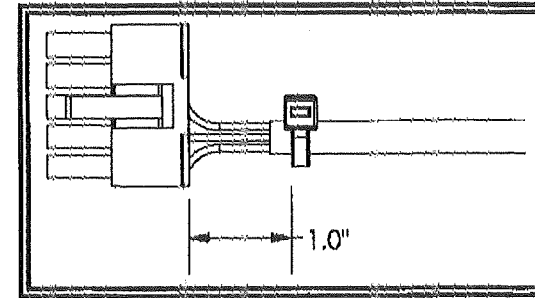
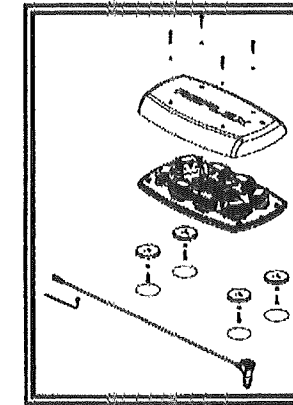
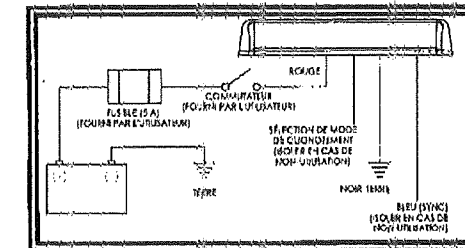

Figure 4
Figure 5
Figure 6
5. Reliez les câbles d'alimentation comme indiqué dans la section sur le câblage (voir Figure 6).
7. Placez l'attache à glissière à 1,0 po. de la base des connecteurs indiqués à la figure 4. L'attache à glissière ne doit pas glisser sur le cordon.
3. Placez une rondelle interne en étoile sur le boulon hexagonal M6 x 20 et insérez le boulon hexagonal dans le trou de l'aliment à ventouse comme indiqué. Tenez aussi loin que possible l'ensemble bouillonnant avec le boulon sorti par l'étrier et alimentez l'écrou hexagonal et la tige du boulon par une des ouvertures aux 4 angles du côté inférieur de la base de la mini-barre. Maintenez la pression sur le boulon/écrou en maintenant l'aliment à ventouse tout en serrant l'ensemble. Répétez cette procédure pour les quatre angles. Voir Figure 5.
Le câblage de la mini-barre à montage définitif est tel qu'indiqué à la figure 6. Tout le câblage doit être d'au moins 18 AWG. La ligne positive doit disposer d'un fusible 5 ampères, tel que décrit. Il est possible d'employer un interrupteur pour contrôler la fonction d'allumage et d'arrêt.
- If, after successive measurements, (fig. 4) you wish to set (fig. 6) the partial meter to zero, hold down the ON/RESET button for a while (fig. 5).